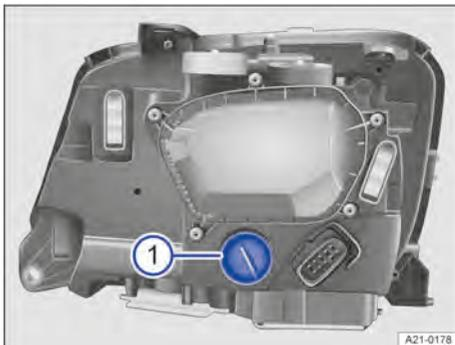

Fig. 146 No compartimento do motor: no farol de xenônio frontal.
4. Girar o suporte da lâmpada até o batente no sentido anti-horário e puxar para fora com a lâmpada incandescente para trás → Fig. 146 ①.
7. Encaixar o suporte da lâmpada no farol e girar no sentido horário até o batente → Fig. 146 ①.